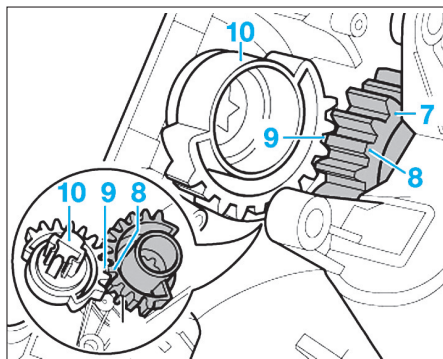

Fig. 41
Faire glisser le pignon (11) (Fig.41) du servomoteur sur le pignon du volet de pression dynamique en veillant à ce que la dent tronquée (8) du pignon du servomoteur coïncide avec l'entredent (9) du pignon sur l'arbre du volet de pression dynamique (10).